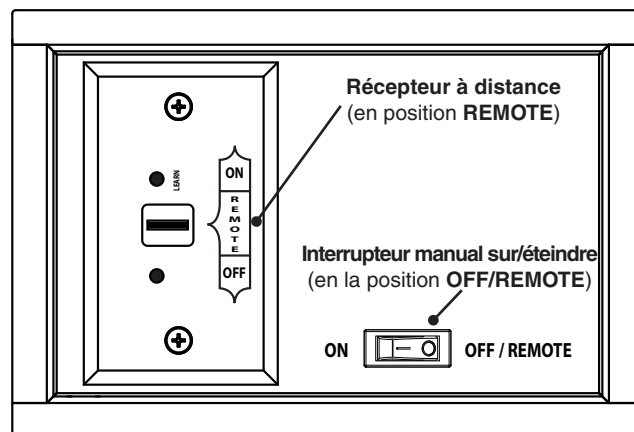

Fig. 36-1 Contrôle détail du panneau
1. Vérifiez que l'interrupteur manuel est en position **OFF/REMOTE** (éteindre/éloigné) (voir Fig. 36-1).
2. Repérez l'interrupteur à 3 positions sur le récepteur de télécommande (voir Fig. 36-1), Et faites glisser l'interrupteur à la position **REMOTE**(éloigné).